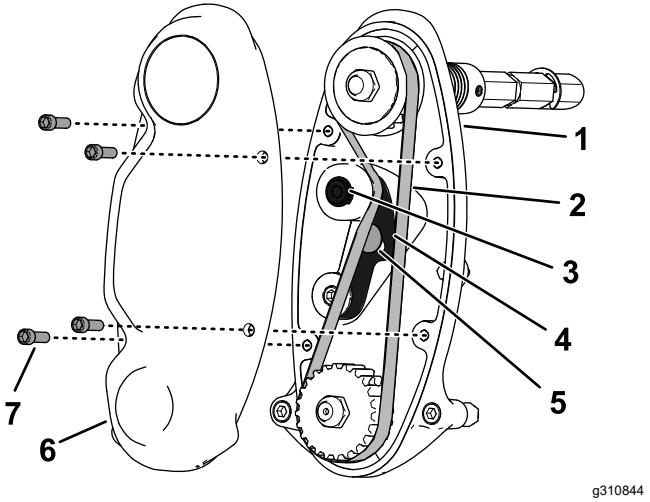

图 15
3. 使用梁式扭矩扳手向上怠轮臂内螺丝施加 6~7 N·m 的力 图 15。